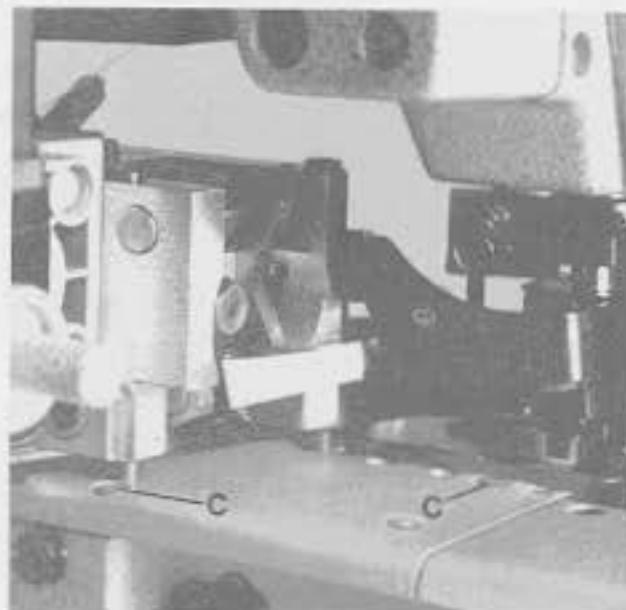
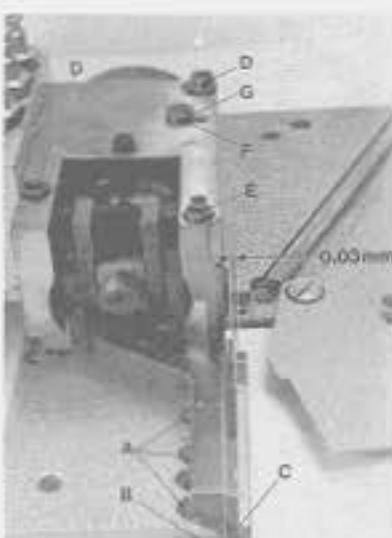

**Fig.63**
Fig.66
Loosen screws (A, Fig. 63) and remove the two finger guards (B and C). Loosen screw (D, Figs. 63 and 65) and turn screw (E, Figs. 64 and 65) a few revolutions counterclockwise until the pressure of upper knife against lower knife is released. Remove the three knife fastening screws (A, Fig. 66) and replace the lower knife. The cutting edge of lower knife should be flush with the top surface of cloth plate. When assembling a new lower knife two shims (B, Fig. 66) each 0,4 mm (1/64 in.) thick, have to be placed between lower knife and cloth plate. When assembling a resharpened knife one or both shims have to be removed, according to the stock removed while grinding, in order to have the lower knife cutting edge flush with cloth plate top surface. Tighten knife fastening screws.
Lösen Sie die Schrauben (A, Fig. 63) und entfernen Sie die beiden Fingerschutzteile (B und C).
Lösen Sie die Schraube (D, Fig. 63 und 65) und drehen die Schraube (E, Fig. 64 und 65) einmal im Gegenuhrzeigersinn bis das Obermesser nicht mehr gegen das Untermesser drückt.
Entfernen Sie die drei Messerbefestigungsschrauben (A, Fig. 66) und tauschen Sie das Untermesser aus.
Die Schneide des Untermessers muß auf gleicher Höhe mit der Stoffplattenoberfläche stehen. Beim Einbau eines neuen Untermessers werden zwei je 0,4 mm dicke Unterlegbleche (B, Fig. 66) zwischen Untermesser und Stoffplatte gelegt. Beim Einbau nachgeschärfter Messer müssen, entsprechend dem abgeschliffenen Material, ein oder beide Unterlegbleche entfernt werden, damit die Untermesserschneide auf gleicher Höhe mit der Stoffplattenoberfläche ist. Ziehen Sie die Messerbefestigungsschrauben an.
Press upper knife lever with upper knife in its down position. Cutting edges of upper and lower knife should overlap approx. 0.5 mm (.020 in.) at the knife tips (C, Fig. 66). For this adjustment, the upper knife fastening screws (F, Fig. 64) can be relocated a little bit up or down in the holes of the upper knife lever.
Release pressure of upper knife against lower knife as described in paragraph "REPLACING THE LOWER KNIFE". Loosen screws (D, Fig. 66) slightly, and keep screw (E) securely tightened. Press upper knife lever in its down position.
Remove screw (F, Fig. 66) and rotate eccentric rod (G) so that the upper and lower knife contact each other at the knife tips (C), and at the lower knife pilot arises a distance of 0.03 mm (.0012 in.) (see Fig. 66).
Make sure that eccentric rod (G, Fig. 66) does not turn while tightening screws (D) and turning in screw (F).
Ziehen Sie die Befestigungsschrauben (F) wieder an. Drücken Sie den Obermesserhebel mit dem Obermesser in die untere Stellung. Ober- und Untermesser sollen sich an den Messerspitzen (C, Fig. 66) etwa 0.5 mm überlappen. Die Obermesser-Befestigungsschrauben (F, Fig. 64) lassen sich für diese Einstellung in den Bohrungen etwas nach oben oder unten verlagern.
Lösen Sie die Schrauben (D, Fig. 66) leicht, die Schraube (E) muß fest angezogen bleiben. Drücken Sie den Obermesserhebel in die unterste Stellung.
Entfernen Sie die Schraube (F, Fig. 66) und drehen Sie den Exzenterbolzen (G) so, daß sich Ober- und Untermesser an der Spitze (C) berühren und am Untermesser-Führungszapfen ein Abstand von etwa 0.03 mm entsteht (siehe Fig. 66).
Achten Sie darauf, daß sich der Exzenterbolzen (G, Fig. 66) beim Anziehen der Schrauben (D) und Einschrauben der Schraube (F) nicht verdreht.